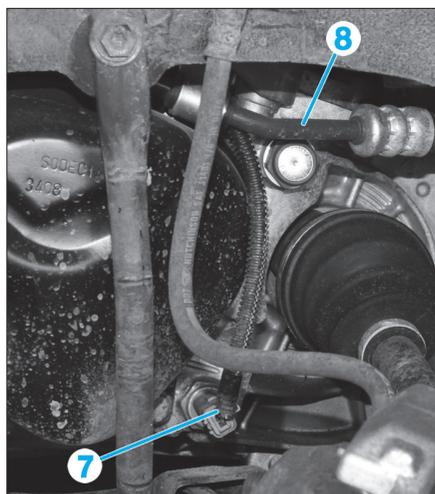

Fig. 13
- Débrancher le connecteur du capteur (4) de vitesse véhicule.
- Dégrafer les câbles de commande de vitesses sur la boîte de vitesses en (5).
- Dégrafer les arrêts de gaines (6) des câbles de commande sur la boîte de vitesses en appuyant de chaque côté.
- Débrancher le connecteur (7) de marche arrière (Fig.13).